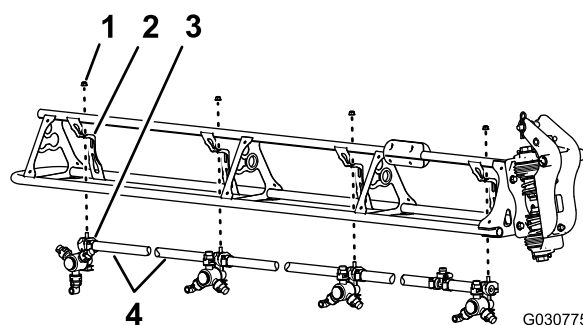

Figure 120
1. Coupez le flexible entre les 2 buses de pulvérisation (Figure 120).
2. Retirez le contre-écrou à embase (5/16") qui fixe la buse de pulvérisation à son support (Figure 120).